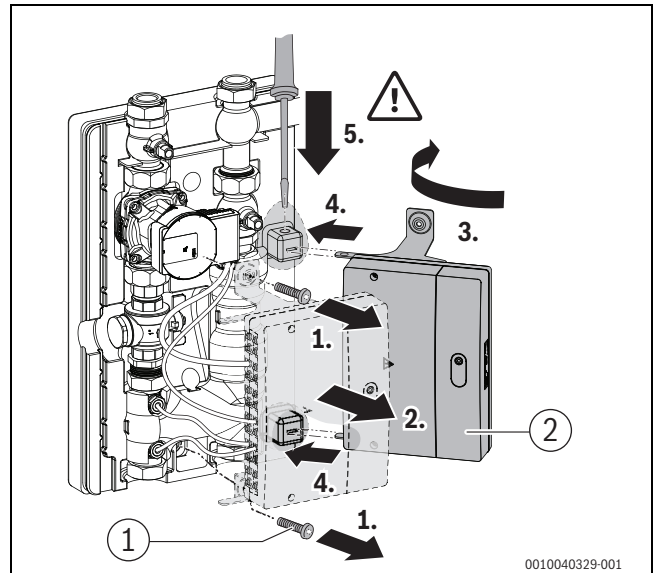

Bild 8 Hybrid-Modul in Wartungsposition bringen
- ▶ Hybrid-Modul in die Wartungsposition bringen (→Bild 8).